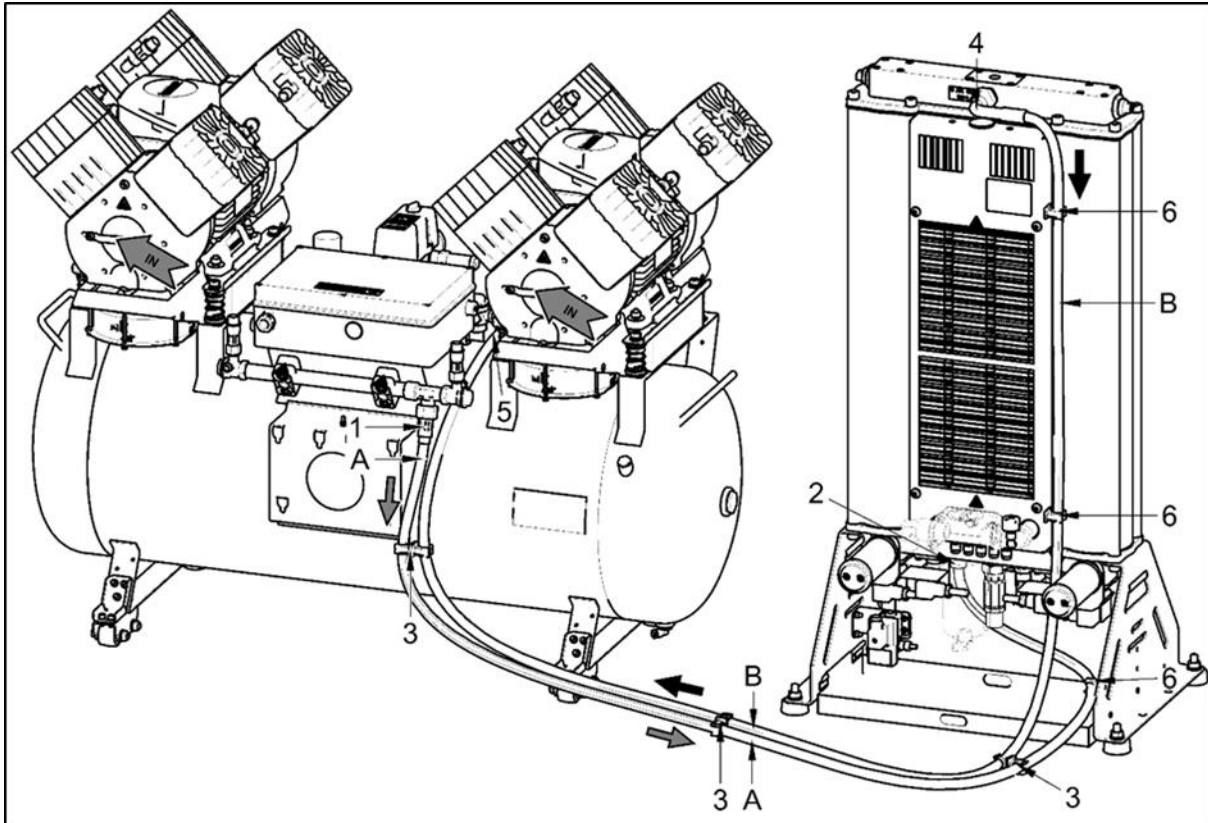

Рис. 11: Прокладывание соединительных шлангов
- Убедитесь, что соединение для сжатого воздуха между компрессором и осушителем выполнено правильно (Рис. 11)